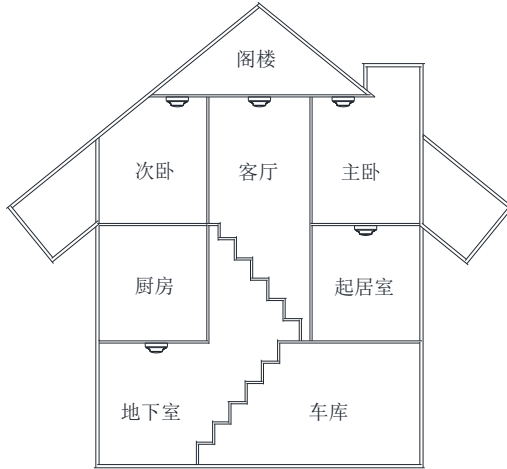

图4 探测器安装位置示意图
- ④ 对燃烧产生的烟雾来说,楼梯的作用与烟囱类似,因此楼梯应安装探测器。
- ⑤ 空气流通的两个区域应分别安装探测器,如客厅与卧室两个区域,每个区域至少安装一个探测器。
- ⑥ 探测器安装位置可参考图4,请结合实际情况确定最佳安装位置。